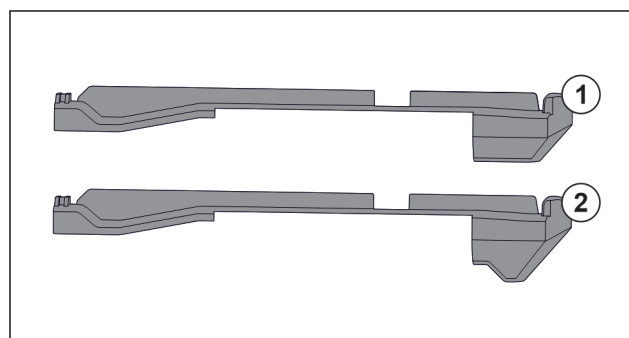

Fig. 217 Uzspaužamo daļu salīdzinājums
Ierīcē atrodas divas dažādas uzspaužamās daļas. Uzspaužamajai daļai virs apakšējās atvilktnes Fig. 217 (2) ir trijstūrveida mala. Visām pārējām uzspaužamajām daļām Fig. 217 (1) ir taisna mala.
- Uzstādiet uzspaužamo daļu Fig. 217 (2) ar trijstūrveida malu virs apakšējās atvilktnes.
- Uzstādiet uzspaužamo daļu Fig. 217 (1) ar taisnu malu visās pārējās vietās.